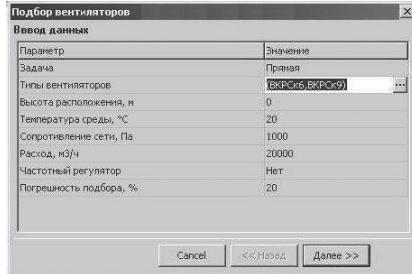
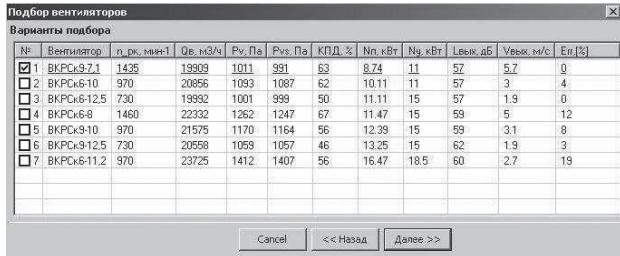
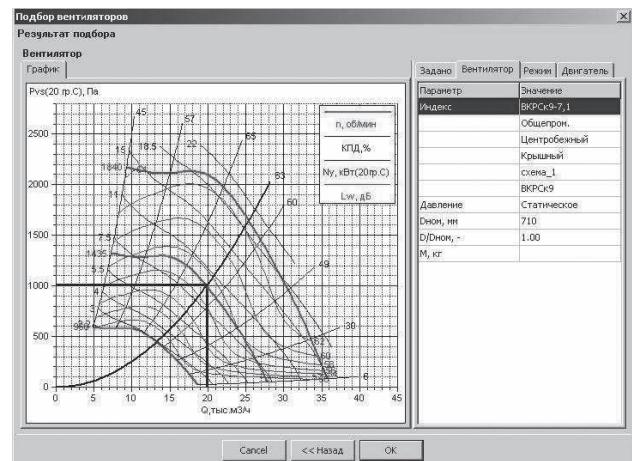

Рис. 8
Рис. 9
Рис. 10
**5 Диалоговое окно подбора вентиляторов** представляет процесс подбора вентиляторов в виде следующих основных этапов: первый этап - ввод исходных данных (Рис.8); второй этап - просмотр списка вентиляторов, удовлетворяющих условиям подбора, и выбор варианта решения (Рис.9); третий этап – просмотр полных данных по результатам расчета (Рис.10). За каждый этап отвечает самостоятельная диалоговая панель, смена этапов осуществляется нажатием кнопок «Далее» и «Назад». Если на последнем этапе диалог закончен нажатием кнопки «OK», вариант подбора попадает в список выполненных расчетов.
данных появляется окно с номенклатурной панелью (Рис.8). При вводе требуемых параметров рабочей точки следует указывать значение сопротивления сети, соответствующее заданной плотности воздуха. Приведение параметров к нормальным атмосферным условиям программа выполняет самостоятельно.